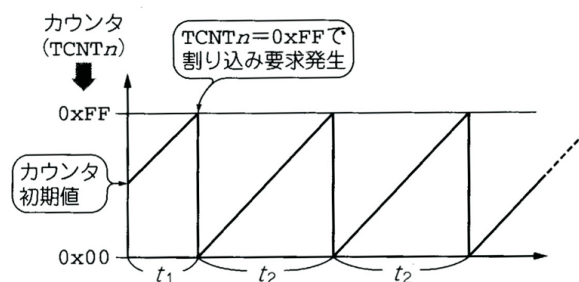

図 15 タイマカウンタの振る舞い（ノーマルモード）
■ノーマルモードと CTC モード カウンタは CPU で計算が実行されるたびに値が増えていく。時計の秒針と同様、一定時間が過ぎれば 0 にリセットされ、これを繰り返す。具体的にはカウンタが 8 ビットでその値の上限が 255 であるとすれば、255 の次のステップで値は 0 になり再び 1, 2, 3 へと値が増加していく。0 にリセットされるタイミングで発生する割り込みを「オーバーフロー割り込み」とよぶ。オーバーフロー割り込みに対し処理を記述すれば、その処理は一定周期で行われることになる。カウンタを格納するレジスタのビット数で「8 ビットタイマ」といったり「16 ビットタイマ」とよぶ。このように、カウンタが 0 からレジスタがとれる上限値 (8 ビットタイマの場合 0xFF, 16 ビットタイマの場合 0xFFFF) まで値が増え、0 に戻る状況をノーマルモードと呼ぶ (図 15)。